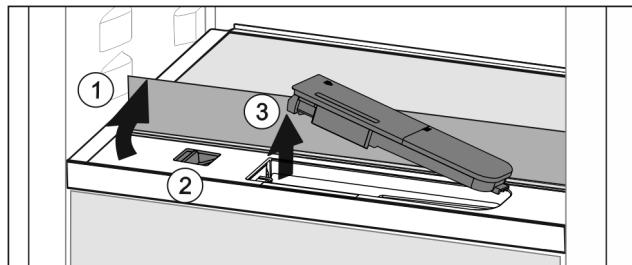

Fig. 152
- Повдигнете стъклената плоча и я завъртете до ограничителя назад Fig. 152 (1).
- Преместете пъзгача Fig. 152 (2) наляво.
- Извадете резервоара за вода Fig. 152 (3).